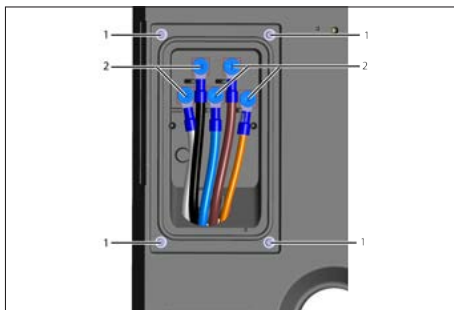

Fig. 07: Anslutningsterminaler till laddkabel
- ▶ Vrid laddarens front neråt och öppna servicekåpan på baksidan (Fig. 07; 1). Kåpan förseglas av en ståldekal.
- ▶ Koppla från kvarvarande ledare på laddkabeln (Fig. 07; 2).